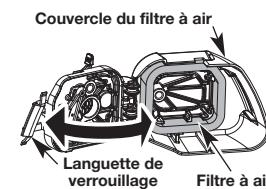

Fig. 20
1. Pour ouvrir le filtre à air, appuyez sur la languette de verrouillage et tirez ensuite sur le couvercle du filtre à air (Fig. 20).
2. Retirez le filtre à air (Fig. 20).
6. Remettez le filtre à air dans le couvercle du filtre à air (Fig. 20).
7. Pour refermer le couvercle du filtre à air, pivotez-le vers la gauche, puis appuyez dessus jusqu'à ce que la languette de verrouillage s'enclenche (Fig. 20).